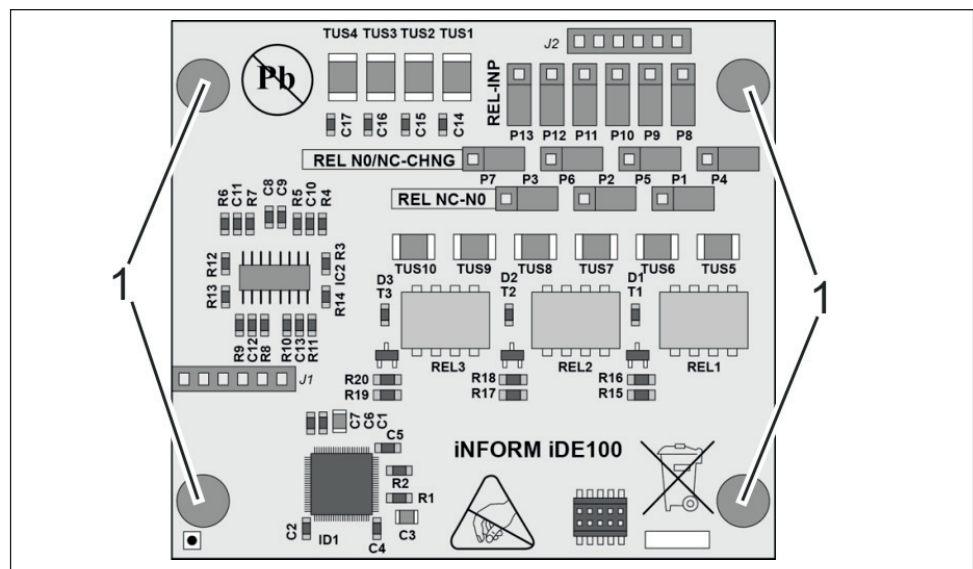

Fig. 22: Espaçador do I/O Board
2. Coloque o espaçador o controlador (Fig. 22/1) no módulo adicional (4 fornecidos).